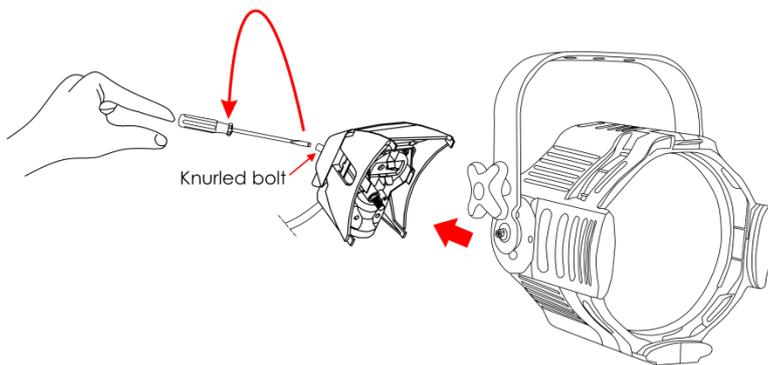

Fig. 04
- 02) Allentare il bullone godronato e togliere l'alloggiamento della lampada (Fig. 04).